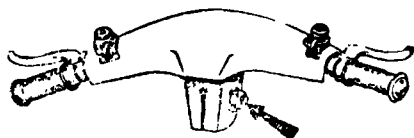

Рис. 14. Стяжной болт руля.
- затяжку стяжного болта на рулевой колонке (см. рис. 14);